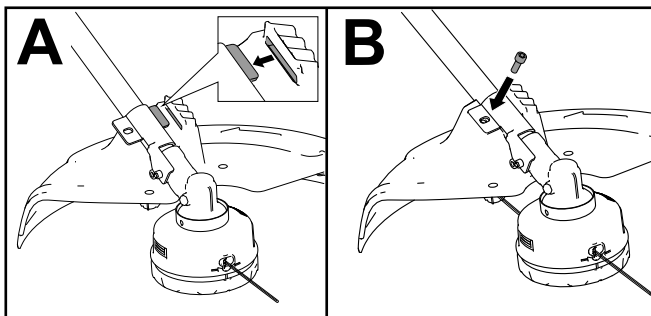

Figura 4
1. Alinhe a proteção de modo a que a lingueta da montagem deslize para a ranhura (A de Figura 4).
2. Instale e aperte o parafuso de cabeça sextavada para fixar a proteção ao suporte (B de Figura 4).